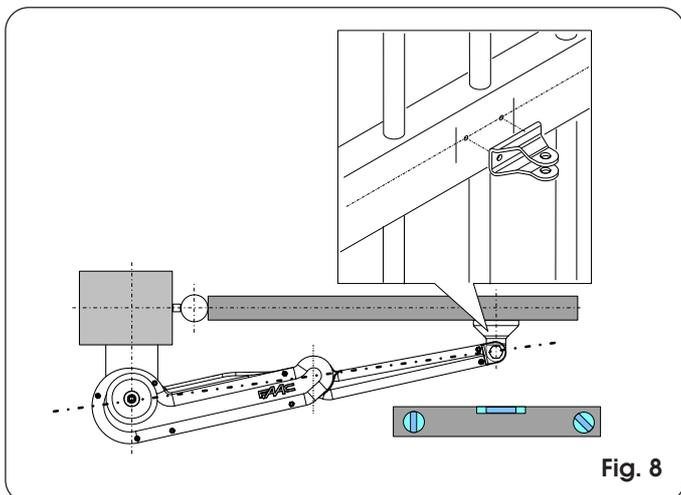

Fig. 8
- Fixer provisoirement la patte d'attache antérieure à l'opérateur complètement étendu et avec les trois points de rotation alignés (Fig. 8). Poser la patte d'attache au vantail et tracer les points de fixation. Vérifier l'horizontalité parfaite de l'opérateur et de la patte d'attache.
Verrouiller de nouveau l'opérateur d'après la Fig. 11, en s'assurant que les trois points de rotation sont bien alignés (voir Fig. 8).